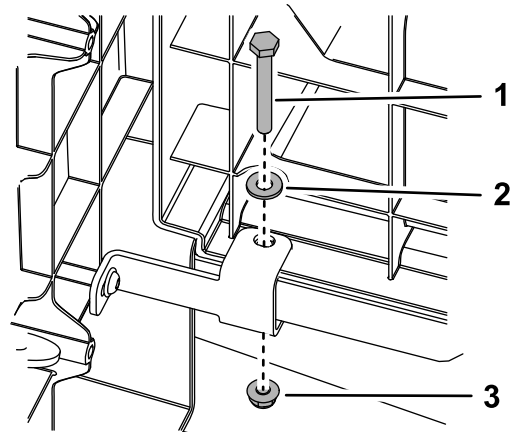

Рисунок 4
4. Снимите и сохраните болт, шайбу и гайку, которые крепят заднюю панель основания сиденья к панели пола с левой и правой стороны машины (Рисунок 4).